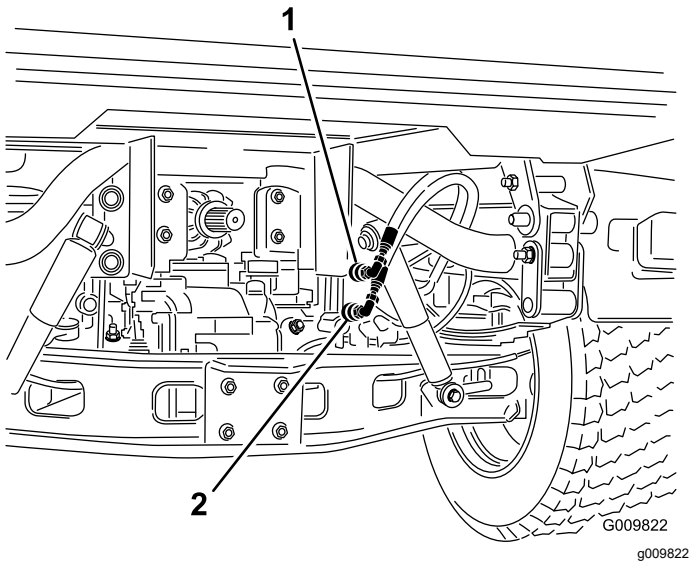

Figura 71
2. En ambas máquinas, desconecte las dos mangueras de acoplamiento rápido de las mangueras que están conectadas al soporte de acoplamiento (Figura 71).